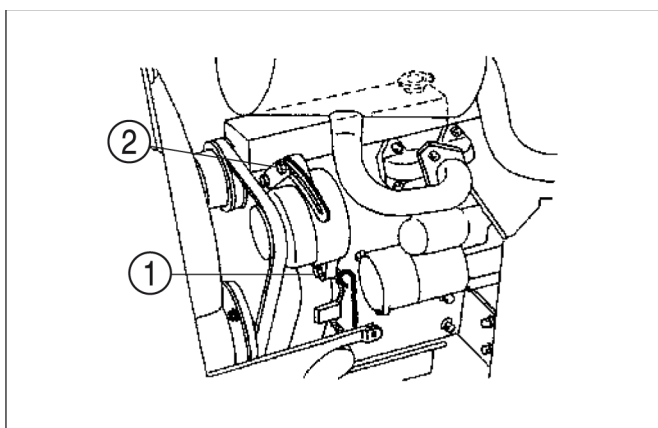

FIG. 68
**Abb. 68:** Zum Einstellen der Riemenspannung die Drehzapfenschraube der Lichtmaschine (1) und die Spannschraube (2) lösen. Die Lichtmaschine fassen und zum Spannen des Riemenspannung nach außen ziehen. Dann Schraube (2) und anschließend die Drehzapfenschraube (1) wieder festziehen.